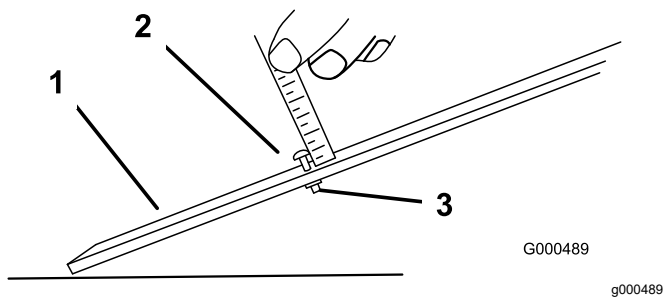

図 9
1. ゲージバーのナットをゆるめ、調整ボルトを希望の刈り高に合わせる 図 9。